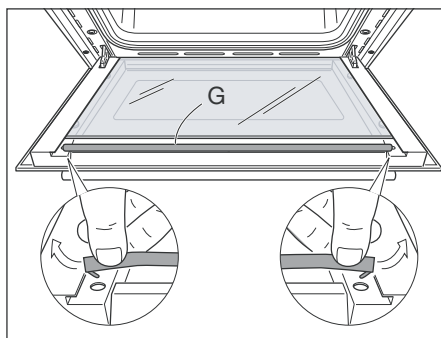

Fig. 48d
- Retirez le joint « G » en détachant les trois crochets de fixation (Fig. 48d).